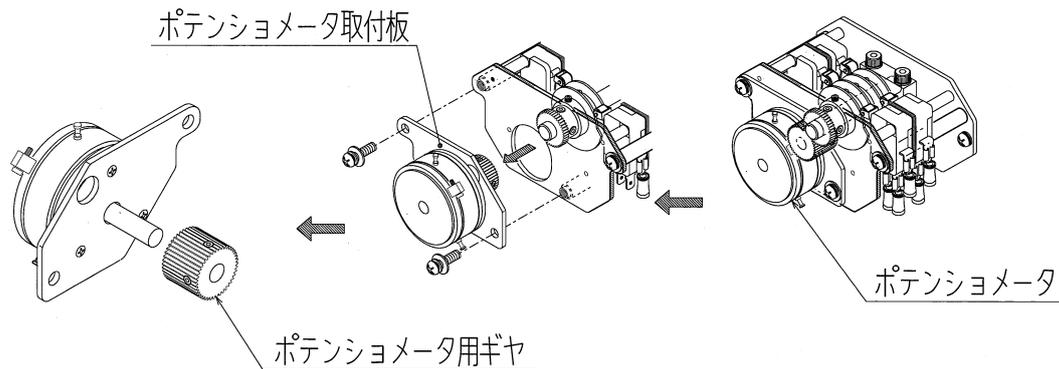

図10：ポテンシオメータの取り外し
- ⑤RM端子に（+）、WM端子に（-）をテスタ（電圧レンジ）にてあて、電圧値を測定、記録します。
- ⑥ポテンシオメータ本体の3端子に接続されているリード線色と端子番号を記録します。
- ⑦ポテンシオメータの端子付近からリード線を切断します。
- ⑧ポテンシオメータ取付板を取り外します。（図10参照）
- ⑨ポテンシオメータに付いているギヤを外し、ポテンシオメータを取付板から取り外します。